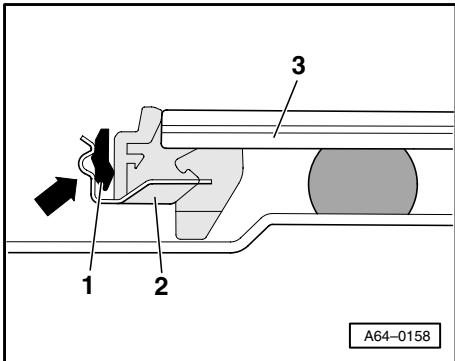

图 1 拆掉夹板防护镶边
- ◆ 新的备用车窗玻璃在定位条中有一个防护镶边，在安装水箱盖板前必须拉出 ⇒ 图 1。